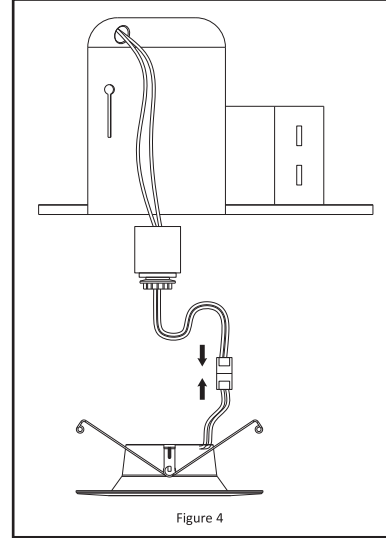

Figure 4
- Rebranchez le luminaire dans l'adaptateur de culot Edison à l'aide des connecteurs orange. **Reportez-vous à la Figure 4.**